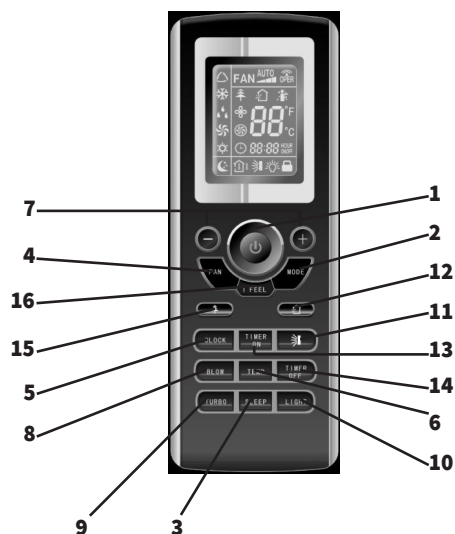

Рис. 5.1 Пульт управления
5.1 Пульт управления (Рис. 5.1)